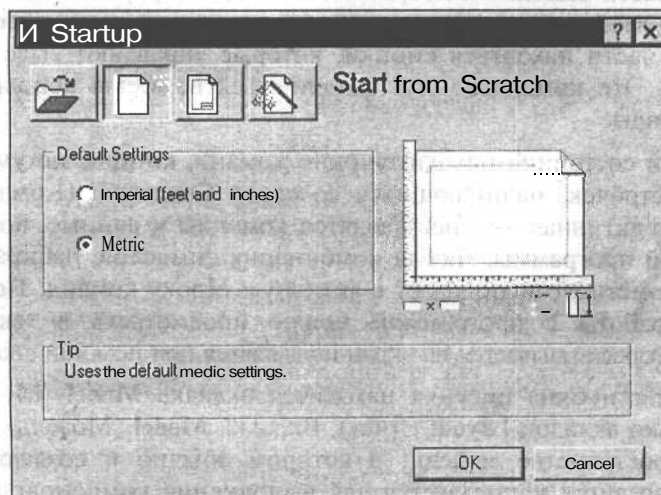

Рис. 1.2. Диалоговое окно **Startup**
3. При последующих запусках программы можно настроить вывод диалогового окна **Startup** (Начало работы) (рис. 1.2), которое накладывается на графиче-